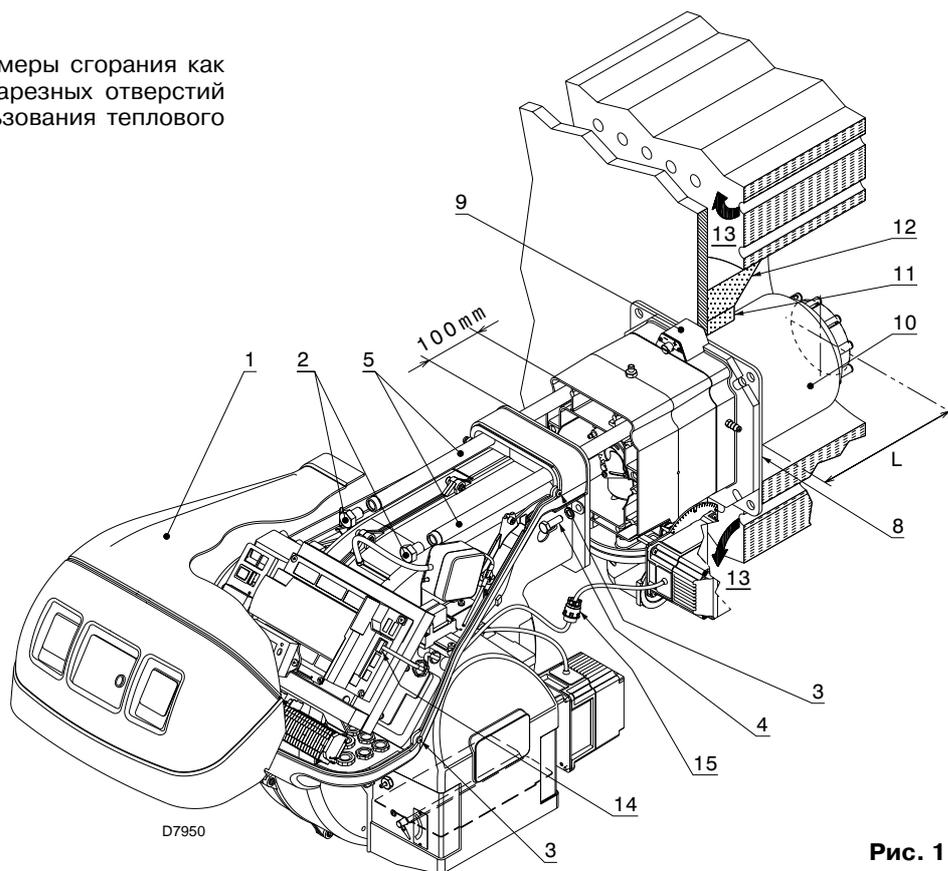

Рис. 11
Для котлов с передними оборотами дыма (13), или с камерой инверсии пламени выполните защитное приспособление из огнеупорного материала (11) между футеровкой котла (12) и форсунки (10). Защитное приспособление должно позволять вынимание форсунки. См. Рис. 11.
Отделить головку горения от остальной горелки, Рис. 11.
Выполнив эту операцию, прикрепите фланец 9)(Рис. 11) к пластине котла, используя изолирующий экран 8)(Рис. 11), входящий в поставку горелки.
- снова установите горелку на направляющие 3) примерно на 100 мм от муфты 4) - положение горелки указано на Рис. 11;
- подсоедините вилку серводвигателя 14)(Рис. 11) и закрутите кабельный зажим 15)(Рис. 11);